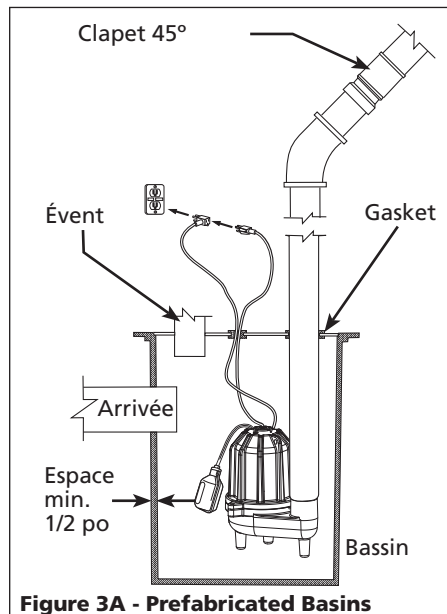

Figure 3A - Prefabricated Basins
6. BCSE modélés a un interrupteur à long détachable avec une fiche superposée (Voir figure 3A). La longueur du long (distance du cordon du flotteur à la pince) ne devrait pas être ajustée moins que 8,26-cm (3-1/4 po) et ne devrait pas être utilisé dans un bassin plus petit que 35,6-cm (14-po) de diamètre. Si vous utilisez un différentiel autre que celui réglé à l'usine, s'assurer que lorsque la pompe se coupe, qu'il y ait au moins 4 po de fluide dans le bassin pour que la turbine reste submergée.